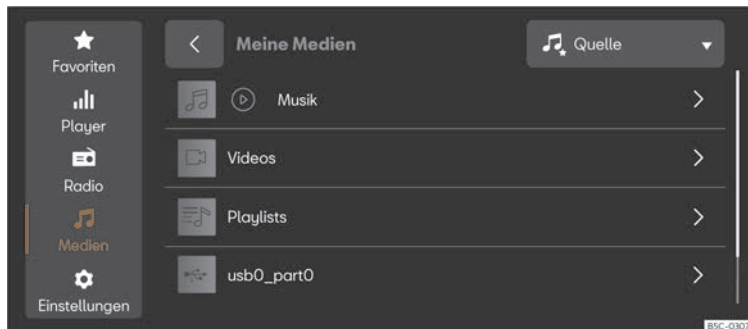

Abb. 177 Schematische Darstellung: Ansicht Medien.
- Drücken Sie **MENÜ** > > >>> (**Abb. 177**).